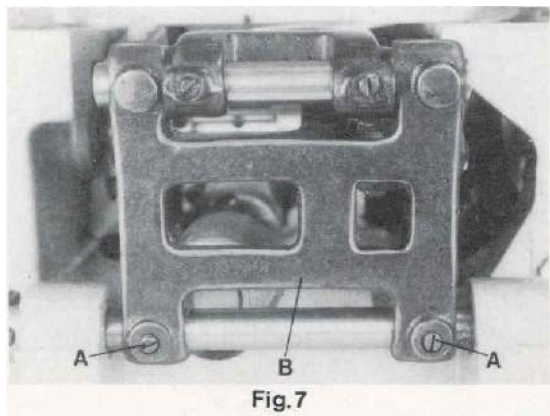

Fig.7
Nach den L sen der Schrauben (A, Fig. 7) hinten im Transportrahmen (B) kann der Transporteurtr ger, bei Bedarf, mit dem Transporteur seitlich verschoben und in den Stichplattenschlitzen vermittelt werden. Ziehen Sie die Schrauben (A) wieder an.
After loosening screws (A, Fig. 7) rear in the feed rocker (B), the feed bar with feed dog can be moved laterally to center the feed dog in the throat plate slots, if required. Retighten screws (A).